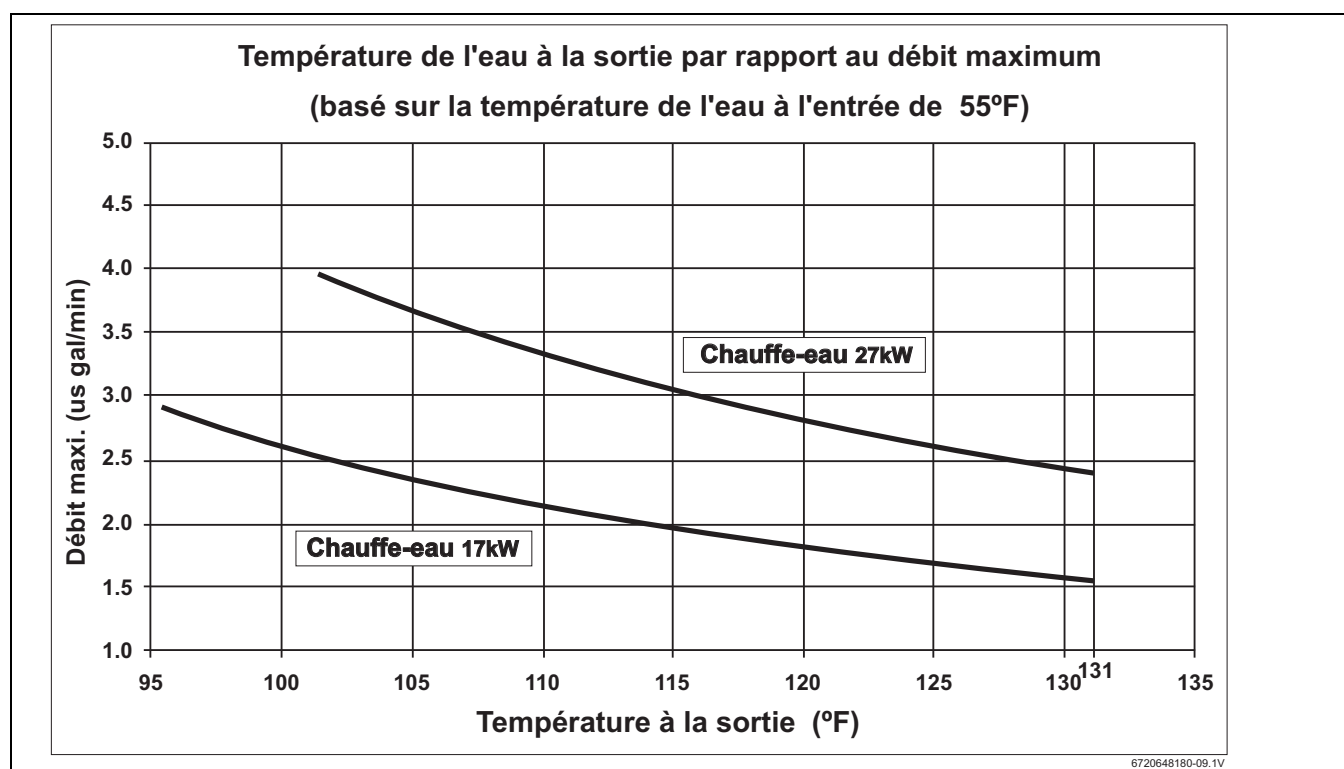

Fig. 11
- ▶ Régler le robinet de sectionnement de sortie jusqu'à ce que le débit du robinet d'eau chaude corresponde à la valeur indiquée sur la Fig. 11 ci-dessous.
Ces chiffres sont basés sur une température de l'eau à la sortie de 55 °F et une tension d'alimentation de 240 volts. Si la température de l'eau à l'entrée est inférieure à 55 °F, ou si la tension d'alimentation est inférieure à 240 volts, la température à la sortie sera inférieure aux données indiquées Fig. 11. Réduire le débit et/ou ali-
La température de l'eau à l'entrée est trop froide	Vérifier que le chauffe-eau est correctement configuré par rapport à sa localisation géographique. Tourner le bouton de température, en bas du chauffe-eau, dans le sens des aiguilles d'une montre, jusqu'au bout, pour la température maximale. Vérifier que les débits sont inclus dans les spécifications du chauffe-eau. Consulter la Fig. 11, page 17 du présent manuel. L'utilisation d'une vanne d'isolement sur la sortie d'eau chaude est recommandée pour contrôler le débit.
La température indiquée sur le cadran est trop basse	Tourner le cadran de température situé en bas du chauffe-eau dans le sens des aiguilles d'une montre afin d'augmenter la température. Consulter Fig. 11 pour connaître la température de sortie par rapport au débit.
Le débit est trop fort	Régler le débit pour rester dans le cadre des spécifications du chauffe-eau. Voir Fig. 11 du présent manuel.
La pression des robinets de sectionnement est trop faible	Régler la vanne de sortie fournie par l'installateur tel que décrit ci-dessous : <ul style="list-style-type: none"> • Ouvrir complètement les robinets de sectionnement d'entrée et de sortie au niveau du chauffe-eau. (S'ils ne sont pas installés, les installer avant toute utilisation). • Ouvrir complètement le dispositif d'eau chaude alimenté par le chauffe-eau, au débit le plus fort (par ex. : baignoire). • Fermer doucement le robinet de sectionnement pour diminuer le débit jusqu'à ce que la température de la sortie d'eau chaude corresponde aux valeurs indiquées Fig. 11 du présent manuel, ou jusqu'à atteindre la température de l'eau désirée.
Le débit varie. L'alimentation en eau est raccordée à la sortie de l'unité.	Les variations importantes du débit peuvent avoir un impact négatif sur la température de l'eau du chauffe-eau. Le passage d'une installation majeure à plusieurs installations en une fois peut provoquer la fluctuation de la température. Il est recommandé de rester dans le cadre des spécifications du chauffe-eau. Voir Fig. 11.